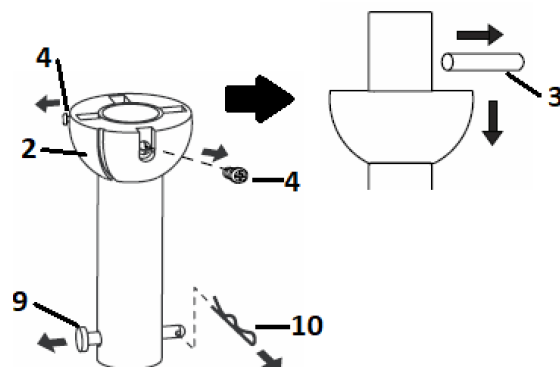

Abb. 4.1
1. Lösen Sie die Befestigungsschrauben (4), um das Kugelgelenk (2) und den Spannstift (3) von der Deckenstange (6) zu entfernen. Zum Entfernen des Kupplungsstifts (9) montieren Sie den Splint (10) ab (Abb. 4.1). **HINWEIS: Diese Teile dürfen nicht entsorgt werden, da sie für den Zusammenbau noch benötigt werden.**